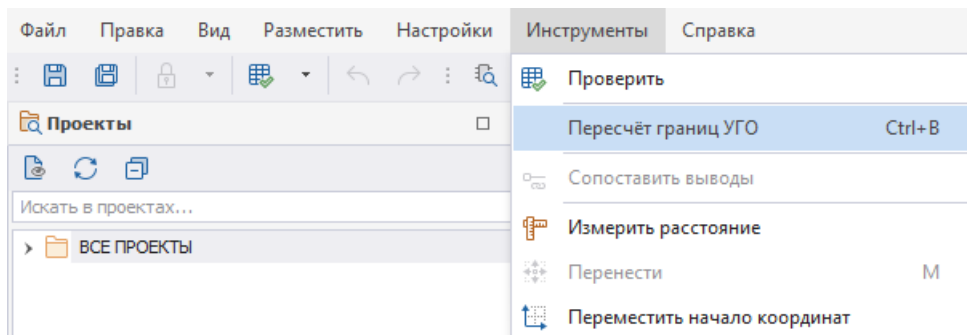

Рис. 46 Перерасчет границ УГО
8. Для корректного отображения границ созданного УГО произведите перерасчет границ. Вызов данной функции доступен в главном меню → раздел «Инструменты» → «Перерасчет границ УГО», см. Рис. 46.